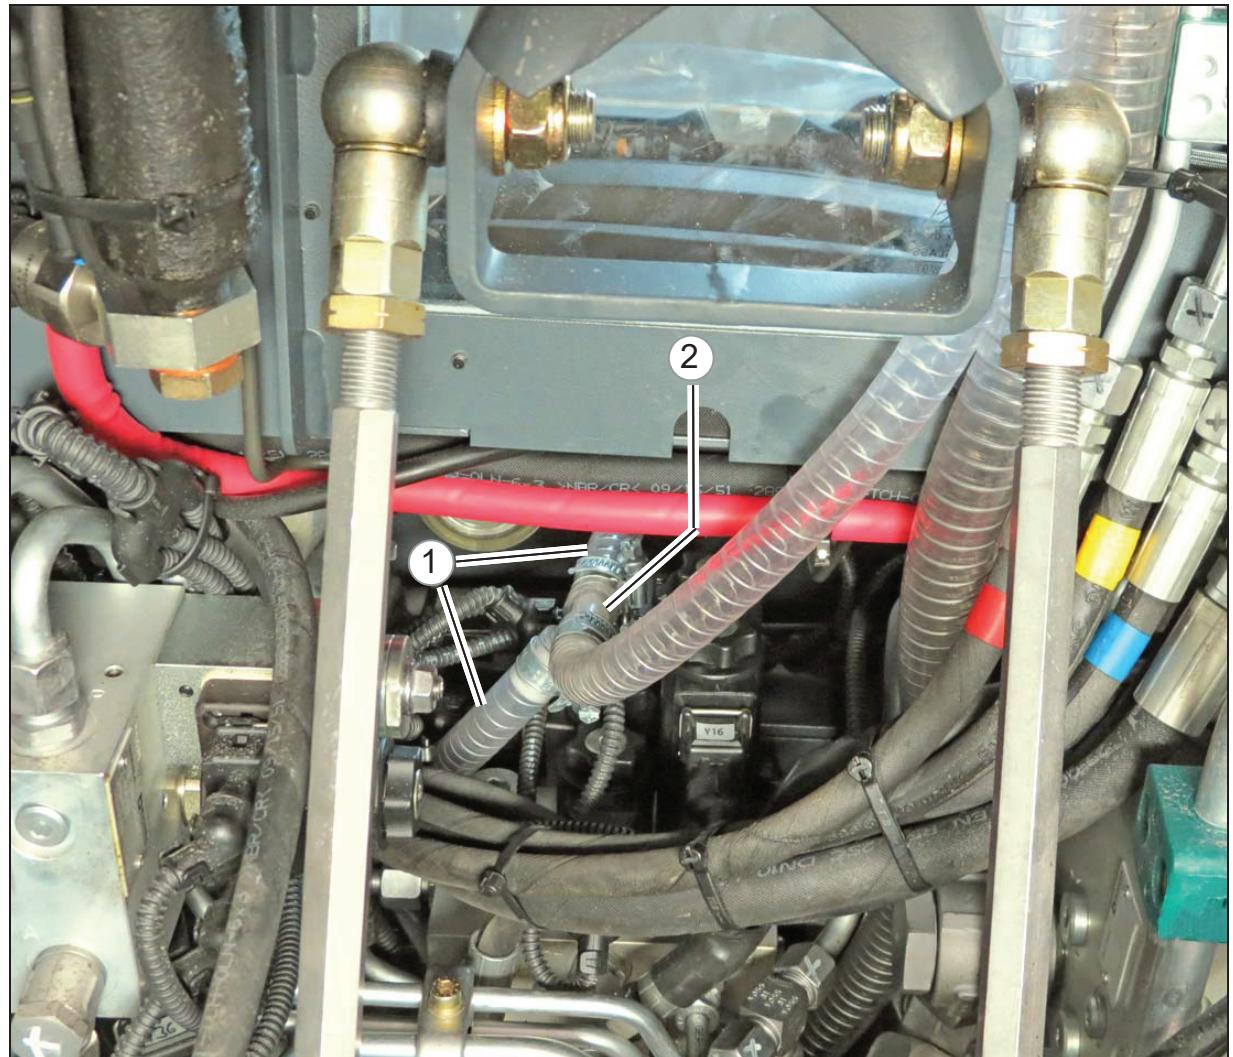

Abb.3
- Den im Fahrzeug eingebauten Frischwasserschlauch (Abb. 3/1) unterhalb der Fahrerkabine auftrennen und das T-Verbindungsstück (Abb. 3/2) an beiden Enden mit Schlauchschellen montieren.
Hinweis: Das Bild zeigt den bereits aufgetrennten Frischwasserschlauch (Abb. 3/1) unterhalb der Fahrerkabine.